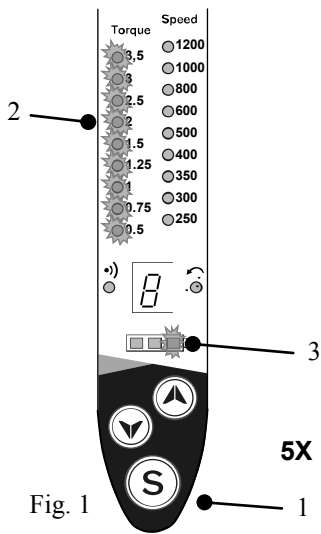
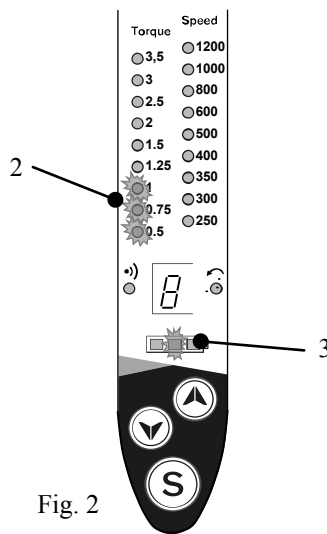
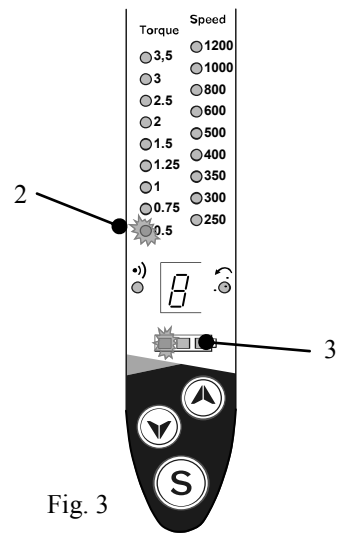

Fig. 1
Fig. 2
Fig. 3
2 - De aanduiding gaat knipperen, de andere lampjes gaan uit (uitgezonderd de batterij). De aanduiding geeft de uittijd van de LED aan na het stoppen van de motor: bijvoorbeeld: ”**5**” = 5 sec. (Fig. 1), ”**0**” = 0 sec. (Fig. 2), ”**9**” = 9 sec. max (Fig. 3).
2 - Индикатор начнёт мигать, остальные индикаторы погаснут (кроме индикатора аккумулятора). На дисплей выводится время выключения светодиода после останова мотора: например: «**5**» = 5 секунд (рис. 1), «**0**» = 0 секунд (рис. 2), «**9**» = 9 секунд, максимум (рис. 3).
- 2 - Les voyants à gauche indiquent le niveau de la batterie 100 % (Fig. 1) , 35% (Fig. 2), 10% (Fig. 3).
- 2 - The indicator lights to the left indicate the battery charge level 100 % (Fig. 1), 35% (Fig. 2), 10% (Fig. 3).
- 2 - Los indicadores luminosos de la izquierda indican el nivel de la batería: 100 % (Fig. 1) , 35 % (Fig. 2), 10 % (Fig. 3).
- 2 - Le spie sulla sinistra indicano il livello della batteria: 100 % (Fig. 1) , 35% (Fig. 2), 10% (Fig. 3).
- 2 - Os avisadores à esquerda indicam o nível da bateria 100 % (Fig. 1) , 35% (Fig. 2), 10% (Fig. 3).